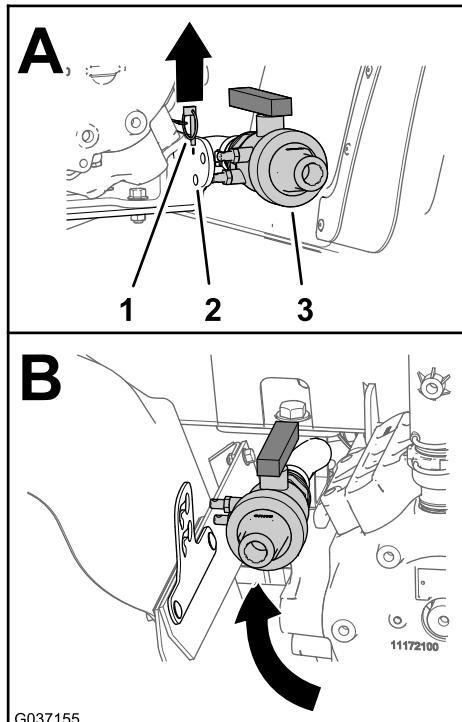

Bild 11
1. Entfernen Sie den Klappstecker, mit dem das Ablassventil an der Sprühpumpenhalterung befestigt ist (Bild 11).
2. Verschieben Sie das Ablassventil zwischen den linken hinteren Kotflügel und der Sprühpumpe (Bild 11).